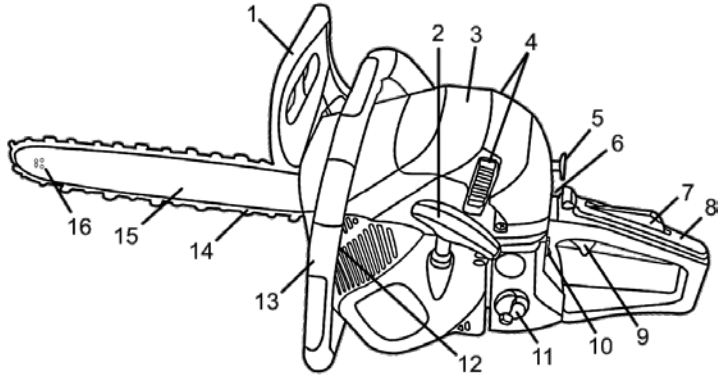

Рисунок 1
- Потягніть рукоятку гальма (1, рисунок 1) в бік передньої рукоятки (13, рисунок 1), щоб переконатися, що гальмо ланцюга вимкнуте.
При кожній заправці паливом обов'язково перевіряйте та доливайте оливу для змащування ланцюга. Кришка горловини масляного бака (12, рисунок 1) позначена відповідним зображенням. Рекомендовано використовувати тільки спеціальну оливу для ланцюгів. Олива для ланцюгів значно знижує тертя та нагрів ланцюга і напрямної шини, полегшує їх очищення від стружки та пилу, надійно захищає від корозії та придатна до всесезонного використання.
- Перевірте, щоб гальмо ланцюга (1, рисунок 1) правильно функціонувало (увімкнене – важіль захисного пристрою (1) переведений уперед (убік пиляльної гарнітури), вимкнено – важіль переведений назад (убік рукоятки)).
- Вимикач запалювання (10, рисунок 1) переведіть в положення «Увімкнене» («I», «ON»).
- Повністю витягніть ручку повітряної заслінки карбюратора (5, рисунок 1) (положення «CHOК» – повітряна заслінка повністю закрита).
- Декілька разів натисніть на праймер (паливний насос 6, рисунок 1), доки він частково не заповниться паливом. Праймер, заповнений паливом більше половини, свідчить, що до карбюратора надійшло паливо.
- Візьміться за передню рукоятку бензопили (13, рисунок 1) лівою рукою. Поставте бензопилу на землю, наступивши правою ногою на нижній бік задньої рукоятки (8, рисунок 1).
- Візьміть рукоятку стартера (2, рисунок 1) правою рукою і плавно потягніть шнур стартера. Зверніть увагу: не витягуйте повністю шнур стартера і не випускайте рукоятку стартера при витягнутому шнурі - це може привести до пошкодження стартера. Потягніть рукоятку стартера кілька разів, поки двигун не зробить робочий такт.
- Натисніть на ручку повітряної заслінки (5, рисунок 1), встановивши її в проміжне положення «START» (повітряна заслінка закрита наполовину).
- Переведіть вимикач запалювання (10) в положення «Увімкнене» («I», «ON»).
- Витягніть ручку повітряної заслінки карбюратора (5) в проміжне положення (повітряна заслінка закрита наполовину).